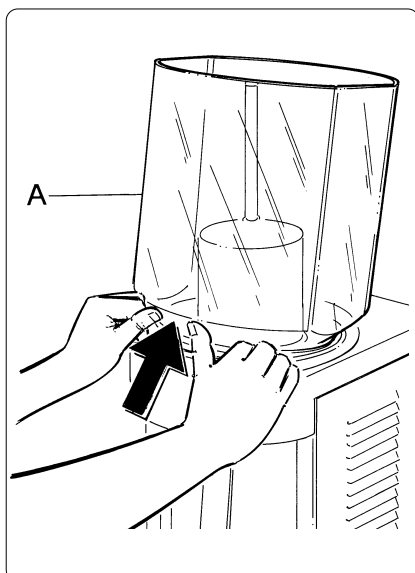

Fig. 3
- Desmontar el recipiente (A) de la propia sede empujándolo hacia arriba como muestra el dibujo (fig. 3).